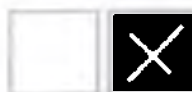

Рисунок 3.68 – Сообщения при экспорте обследования
2. После загрузки и проверки съемного носителя или диска появится сообщение «Обнаружен логический диск» (Рисунок 3.68, б) или «Обнаружен CD/DVD».